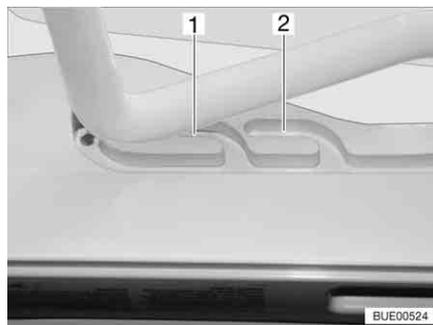

Fig. 20 Lanterneau basculant en position de ventilation
Il est possible d'amener le lanterneau basculant en deux positions de ventilation : Position pour mauvais temps (Fig. 20,1) et position intermédiaire (Fig. 20,2).
- Pousser légèrement l'étrier vers le haut et le pousser dans la glissière choisie (Fig. 20,1 ou 2).